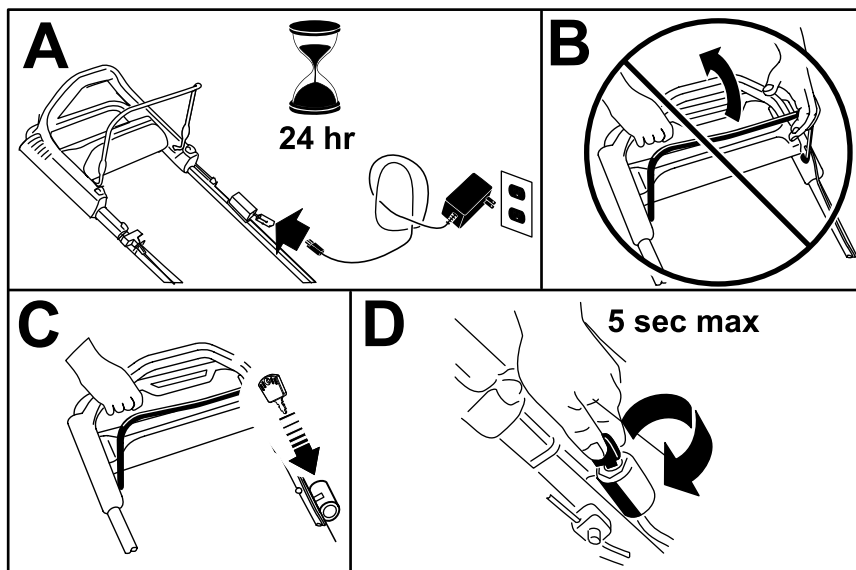

Figura 15
1. Tenete in carica la batteria per 24 ore prima di usare la macchina per la prima volta (riquadro A della Figura 15).
**Importante:** Non tentate di avviare il motore con la barra di comando della lama innestata, in quanto potreste fare scattare il fusibile ( riquadro B della Figura 15).
2. Inserite la chiave nell'accensione (riquadro C della Figura 15).
3. Portate la chiave di accensione sulla posizione di Avviamento e mantenetele in quella posizione per rilasciarla quando il motore si avvia (riquadro D della Figura 15).